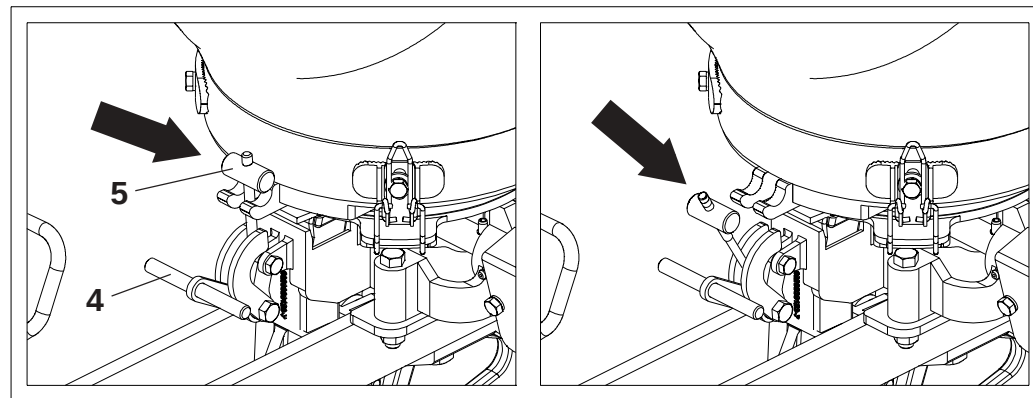

FIGURA 32
1 - Levante a alavanca (4) para desarme da trava (5) do depósito de semente, **conforme mostra a figura 32.**